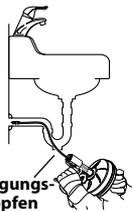

Abbildung 5
- Bei anderen Becken muss eventuell ein Reinigungsstopfen oder ein Siphon entfernt werden (*siehe Abbildung 5*). Stellen Sie unbedingt einen Behälter unter die Reinigungsöffnung oder den Siphon, um auslaufendes Wasser aufzufangen.